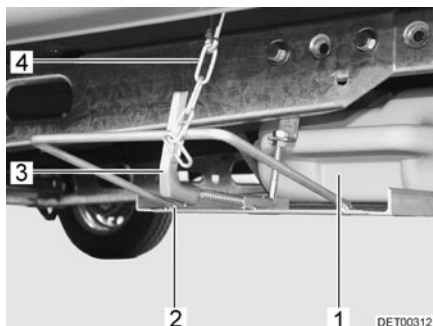

Fig. 159 Depósito de aguas residuales en el soporte debajo del vehículo
- Soltar la cadena de seguridad (Fig. 159,4).
- Pulsar hacia adentro el tirador giratorio (Fig. 159,3), y girar un cuarto de vuelta en sentido de las agujas del reloj.
- Girar hacia adelante y hacia abajo el depósito de aguas residuales con el soporte (Fig. 159,2).
- Sacar el depósito de aguas residuales (Fig. 159,1).